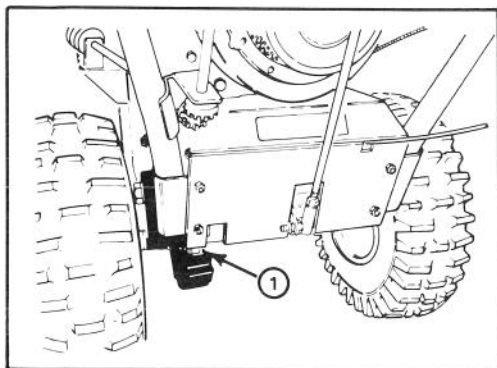

Abbildung 18
1. Die Antriebskette einmal jährlich mit Ketenschmierstoff schmieren (Abb. 18). Überschüssiges Öl aufwischen.